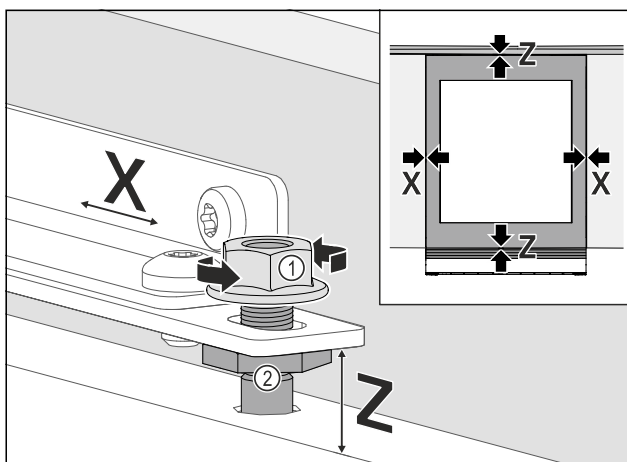

Fig. 97
- Rikta in möbeldörren i sidled: Lossa stoppmuttrarna Fig. 97 (1), flytta möbeldörren i X-riktning.
- Dra åt stoppmuttrarna Fig. 97 (1).
- Rikta in möbeldörren i höjd Z och lutningen åt sidan: Ställ in justeringsstiften Fig. 97 (2).